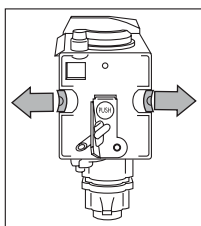

Fig. 44
- Una vez activados, asegúrese de que se hayan soltado los dos botones rojos (Fig. 44).